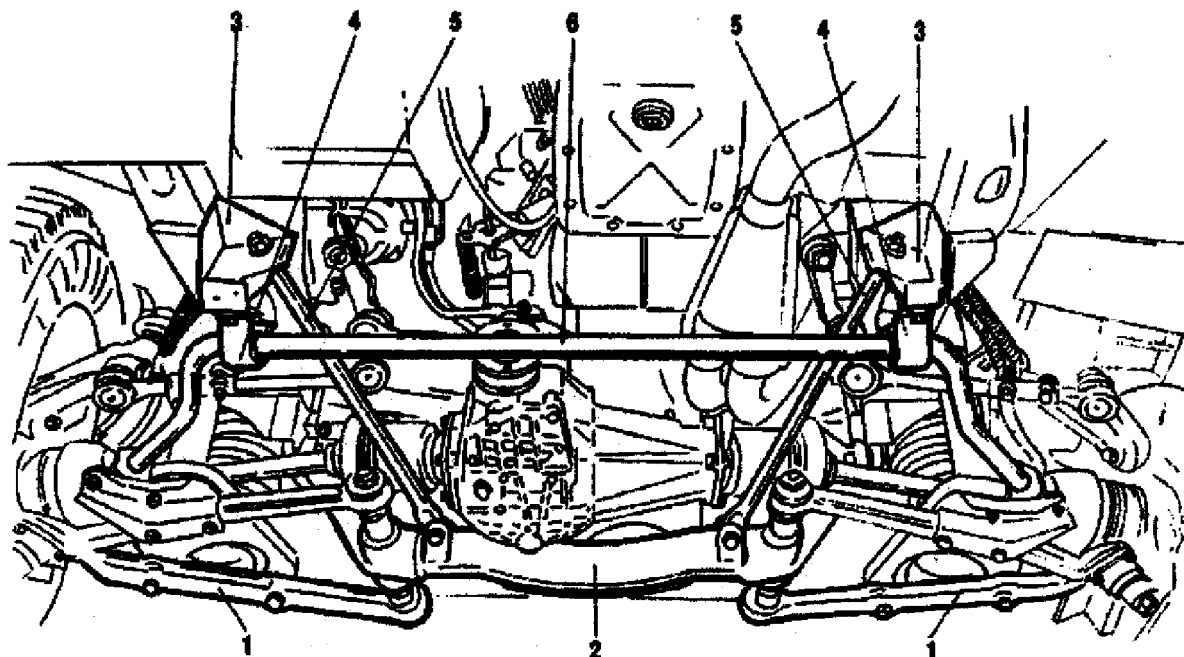

Fig. 4-6. Suspensão dianteira instalada no carro (vista por trás):
4. Desconectar a barra estabilizadora 6 (fig. 4-6) dos braços inferiores da suspensão.
Ao instalar os tirantes da travessa, apertar a porca interna até eliminar a folga entre a arruela e suporte 3 (fig. 4-6); apertar a porca externa, a seguir, ao torque indicado no apêndice.